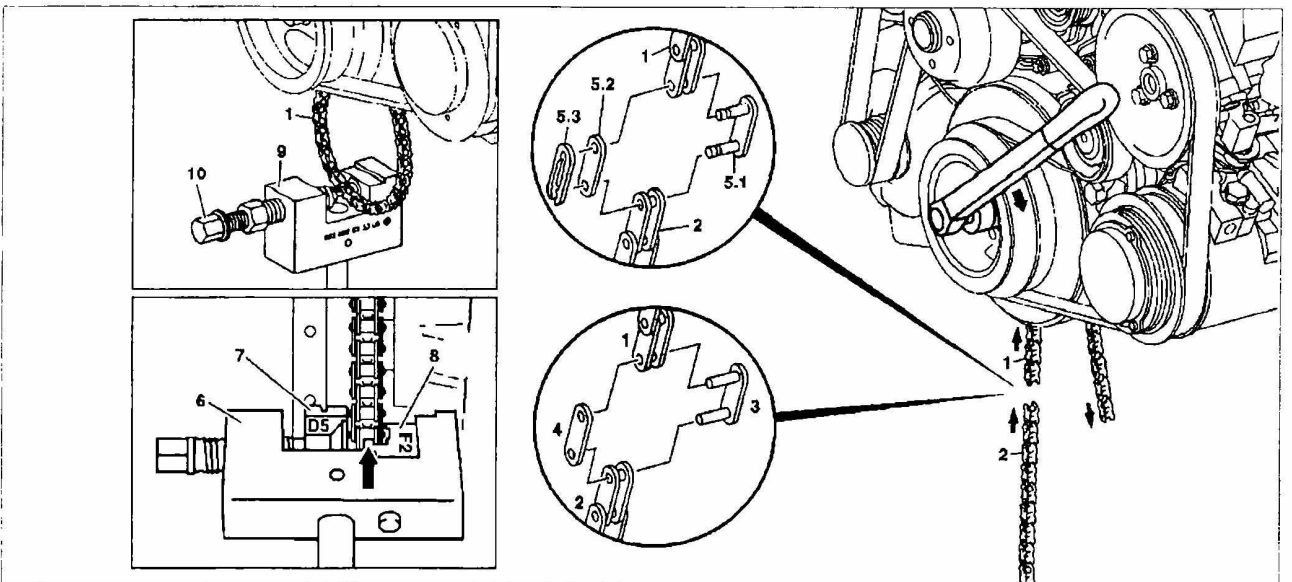

Рис. 49. Замена цепи привода масляного насоса:
2. Отсоедините старую цепь 1 (рис. 49). На двигателях OM611 цепь привода